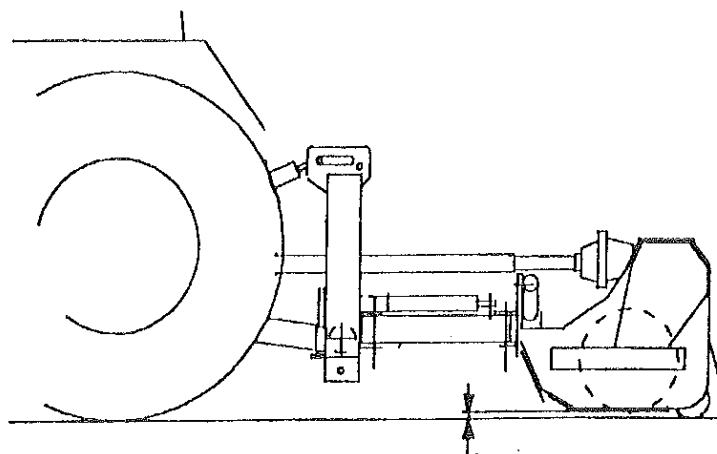

図13
- 刈り取る作物や、希望の刈り取る内容に応じて、刈り取りヘッダーのローラーで刈り高さを調整します。(1-5. 5 cmの範囲で) (図13)
- 本機を作業用途及び、刈り取る作物に合わせて調整して下さい。刈り高さ調整を、前述の刈り高さ調整の項を参照して下さい。(図13)